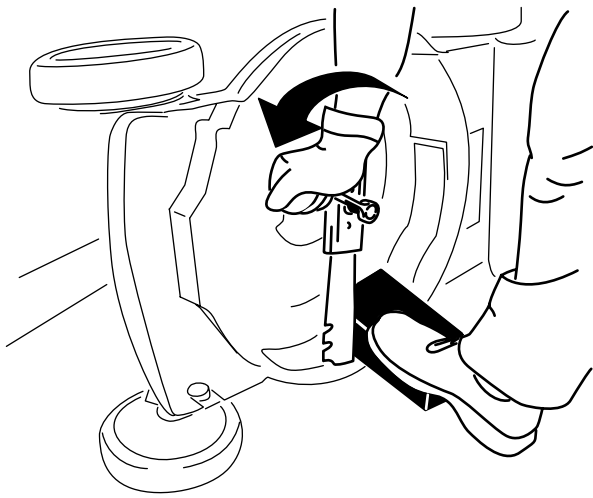

Figure 32
3. Immobilisez la lame avec un morceau de bois (Figure 32).
4. Déposez la lame mais ne jetez pas les fixations (Figure 32).